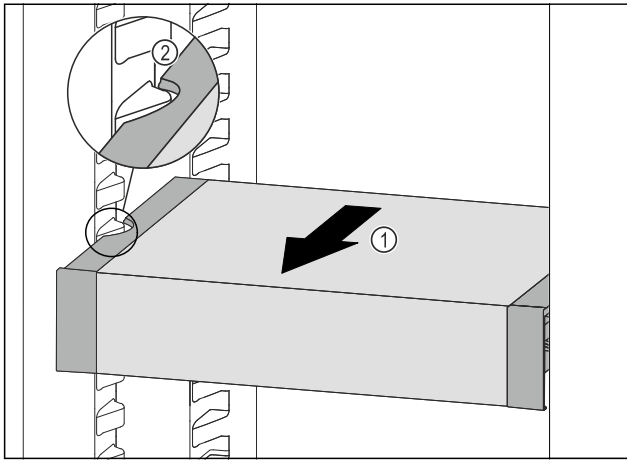

Fig. 118
- Tirare VarioSafe in avanti Fig. 118 (1) fino a quando le cavità laterali di VarioSafe non si trovano al livello della nervatura del contenitore nel vano frigorifero. Fig. 118 (2)